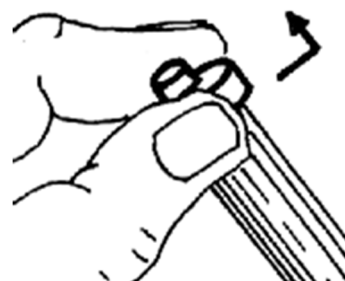

Bild 3
3. Ventilhalter (19) und Spannfeder (18) nach hinten herausnehmen.
4. Einlaßventil (17) nach vorn vom Ventilhalter (19) abziehen (Bild 3).